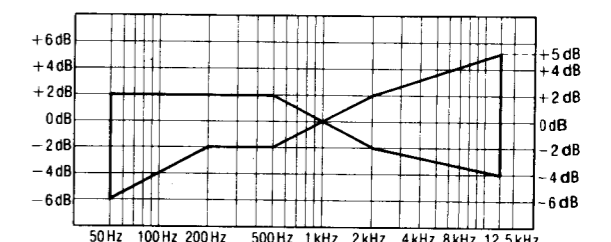

Fig. 8
5. Después de eso, incrementar la señal grabada en la cinta virgen CrO2 (QZZCRX) y la cinta virgen metálica (QZZCRZ) hasta 12,5kHz y ajustar de la misma manera como mencionado arriba y comprobar que el nivel de frecuencia esté dentro de la gama mostrada en la Fig. 8.